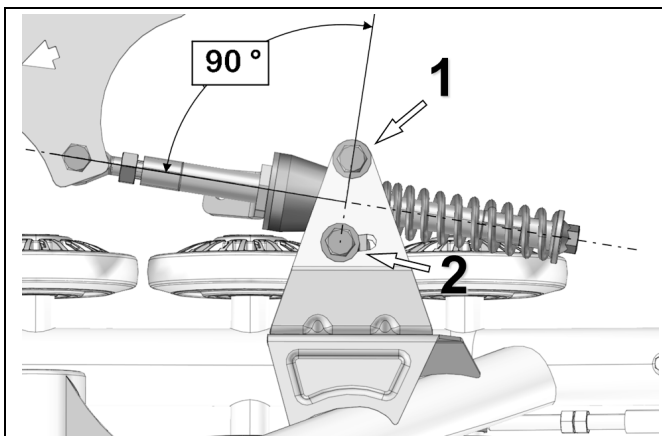

Figure 15
- Positionner le support pivotant de l'ancrage anti-rotation à 90° (perpendiculaire) au bras stabilisateur. Serrer ensuite les deux boulons de fixation de l'ancrage anti-rotation (1) et (2) à un couple de 50 N•m. Voir la Figure 15.